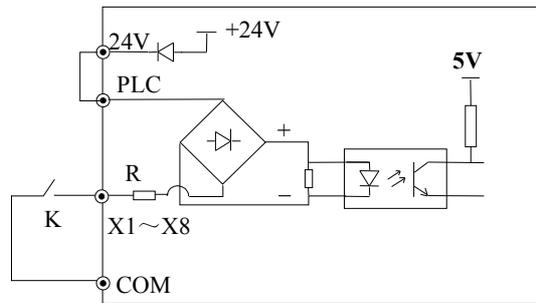

图 2-14 使用内部24V电源的连线方式
1) 用变频器内部的24V电源，接线方式如图2-14（注意：PLC与24V端子间的连接线应可靠连接）。